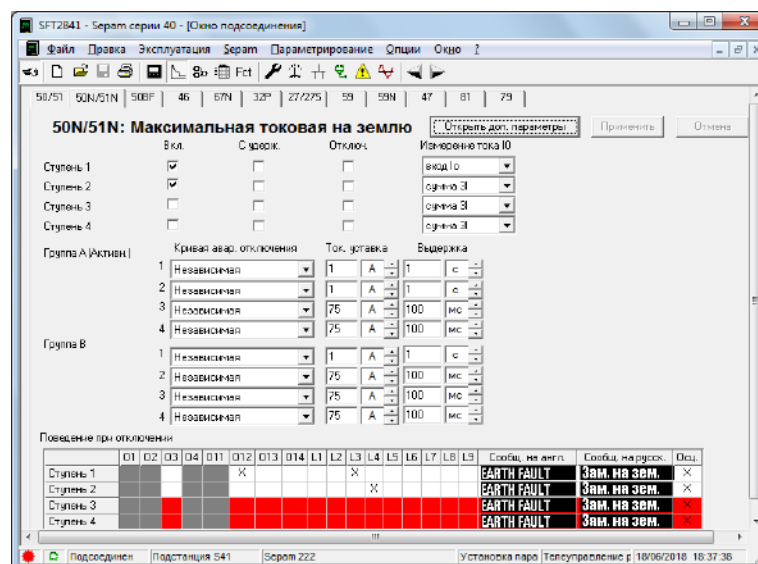

Рисунок 8.7 – Окно «50/51N уставки максимальной токовой защиты на землю»
- 50N/51N Максимальная токовая на землю (рис. 8.7).